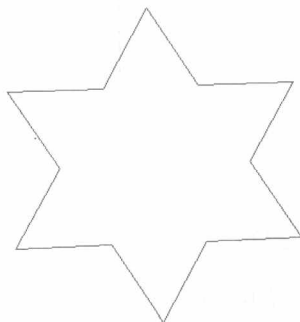

图 1-14 六角星效果
(9) 用同样的方法,我们可以绘制六角星效果,如图 1-14 所示。